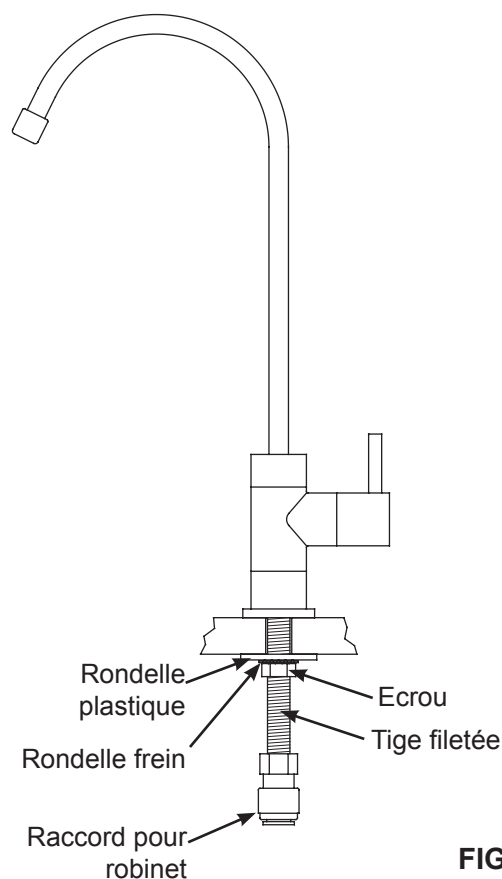

FIG. 13
5. Repérez le raccord pour robinet et vissez le à l'extrémité de la tige filetée, comme indiqué sur le Figure 13. Ne pas serrer excessivement.